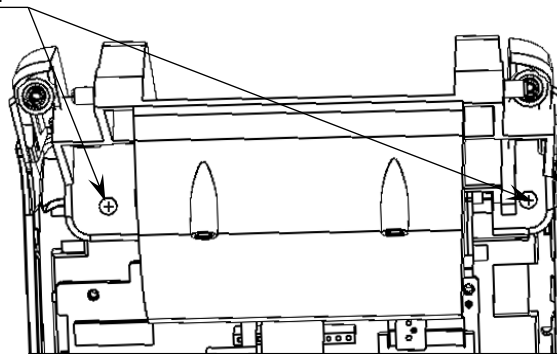

Рисунок 23. Винты крепления лотка для ЧЛ к верхней части корпуса
15. Вкрутить винты крепления (рисунок 23).